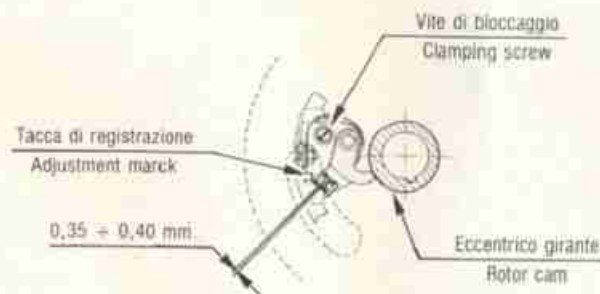

FIG. 6 Contatti volano
- a) allentare la vite che blocca la piastrina porta contatti fissa (vedi fig. 6)